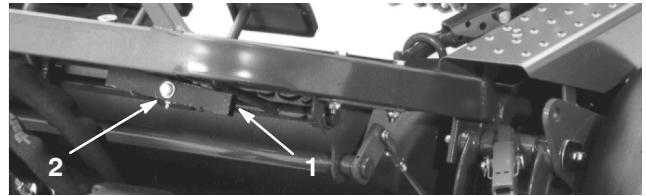

Bild 47
1. Lockern Sie die Mutter an der Rückseite der Hubschwenkplatte (Bild 47).
2. Drehen Sie die exzentrische Schraube (Bild 47) zum Anheben oder Absenken der Hubschwenkplattenfeder. Dadurch stellen Sie die Hubschwenkplatte und Pedale gleich.